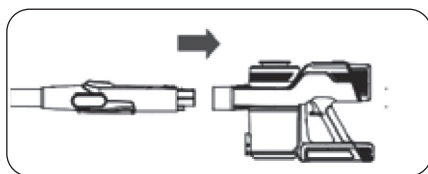

Figura 2
- Para extraer el tubo de aluminio, sujete el cuerpo principal con una mano y tire de él con la otra presionando el botón. (figura 2)